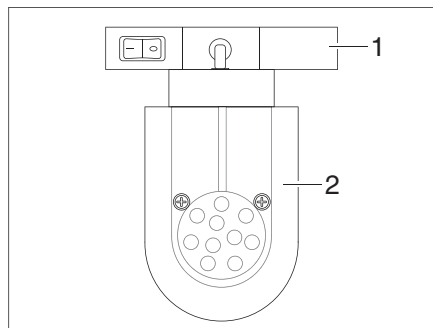

Fig. 61 Foco (ejemplo)
- Sujetar el soporte (Fig. 61,1) y girarlo en 45°.
- Sacar el foco (Fig. 61,2) del sistema de rieles.
- Colocar el foco (Fig. 61,2) en el sistema de rieles en la posición deseada y girarlo en 45°.